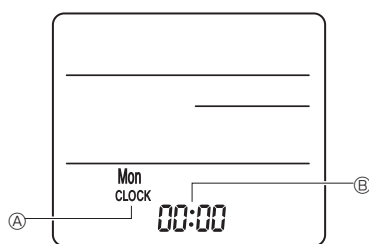

Fig. 6-8
3) Indstilling (indstilling af ur) (Fig. 6-8)